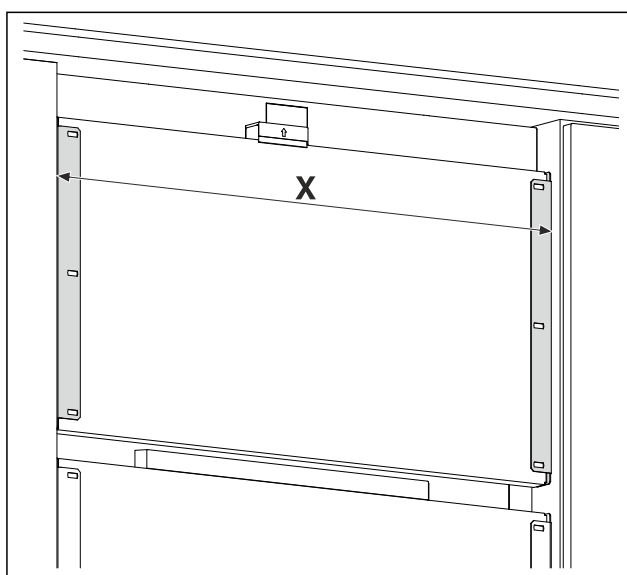

Fig. 18 Ilustrační zobrazení
- Změřte vzdálenost Fig. 18 (X) mezi vnějšími hranami přídržných úhelníků.